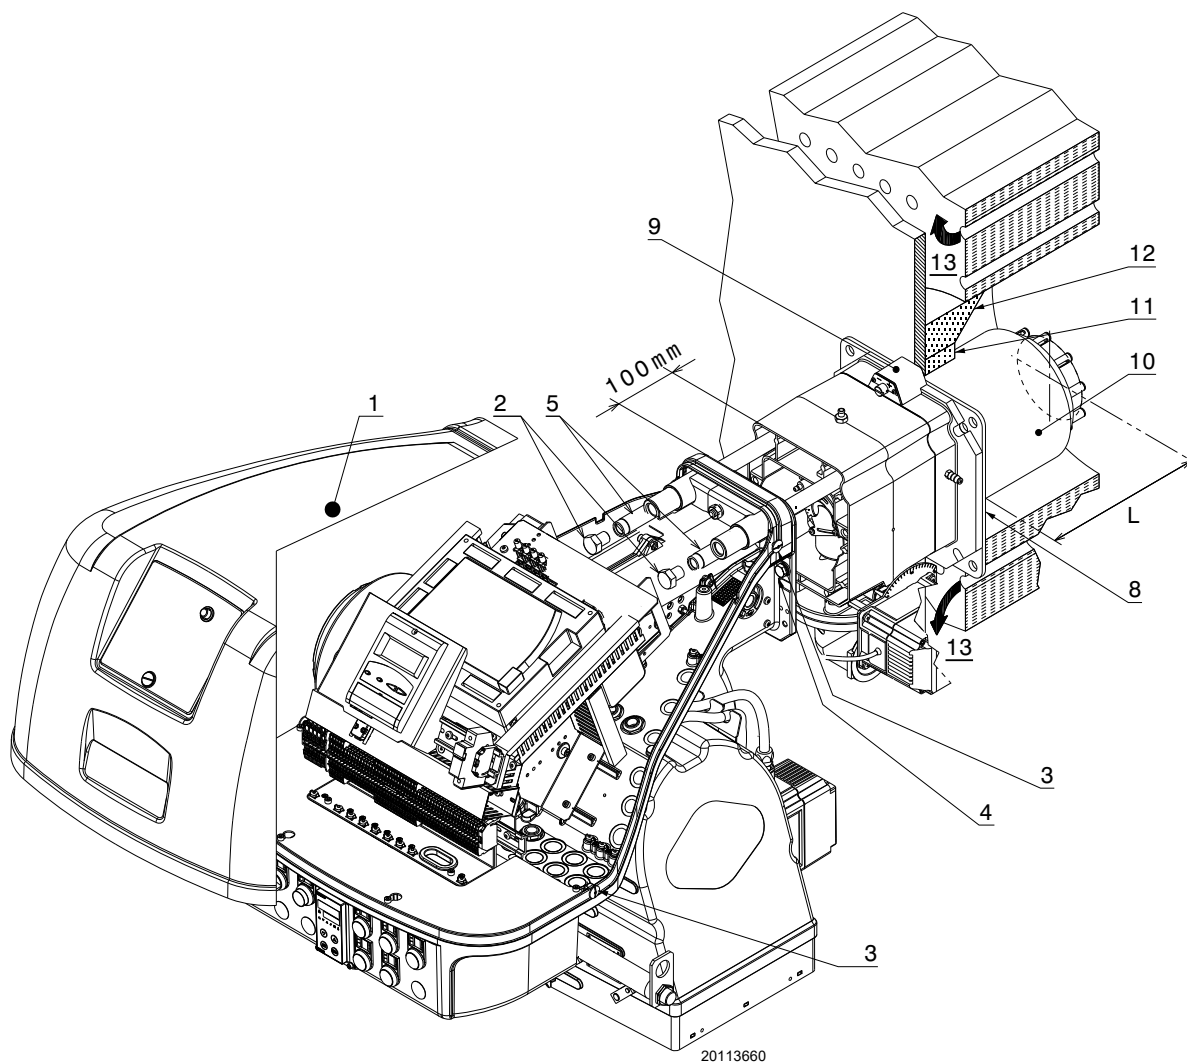

Fig. 16
Pour les chaudières avec circulation des fumées sur l'avant 13)(Fig. 16), ou avec chambre à inversion de flamme, réaliser une protection en matériau réfractaire 11), entre le réfractaire de la chaudière 12) et l'embout 10).
Séparer la tête de combustion du reste du brûleur, comme indiqué dans la Fig. 16 ; procéder comme suit :
- remonter le brûleur sur les glissières 3) à environ 100 mm du manchon 4) - brûleur dans la position illustrée sur la Fig. 16 ;